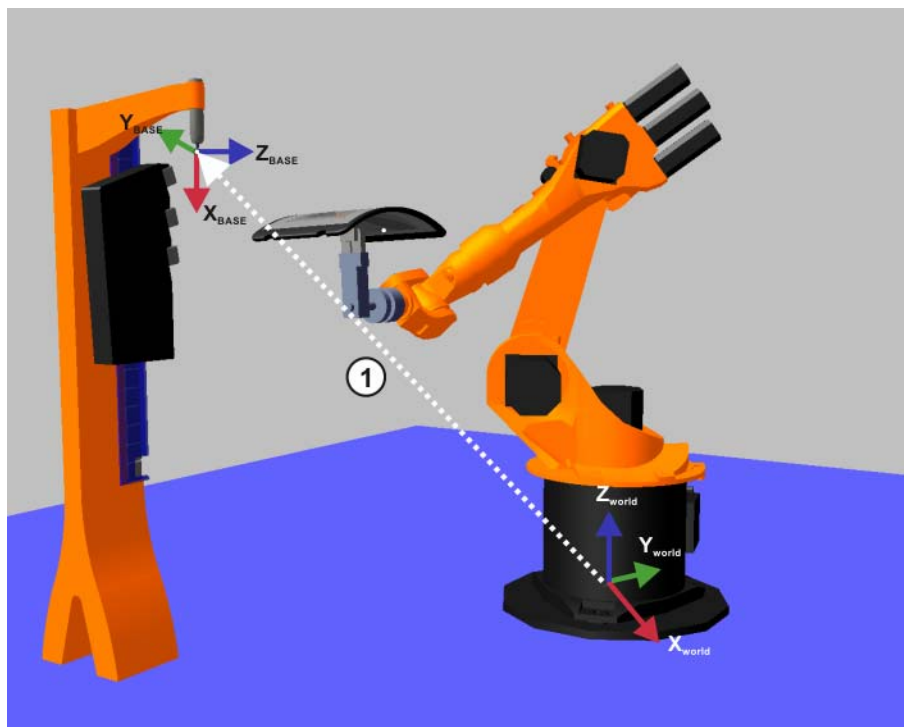

Fig. 9-3: Medición de la herramienta fija
Como muestra la figura (1) (>>> Fig. 9-3), el TCP externo se administra referido a \$WORLD (o \$ROBROOT), es decir, como un sistema de coordenadas de base.